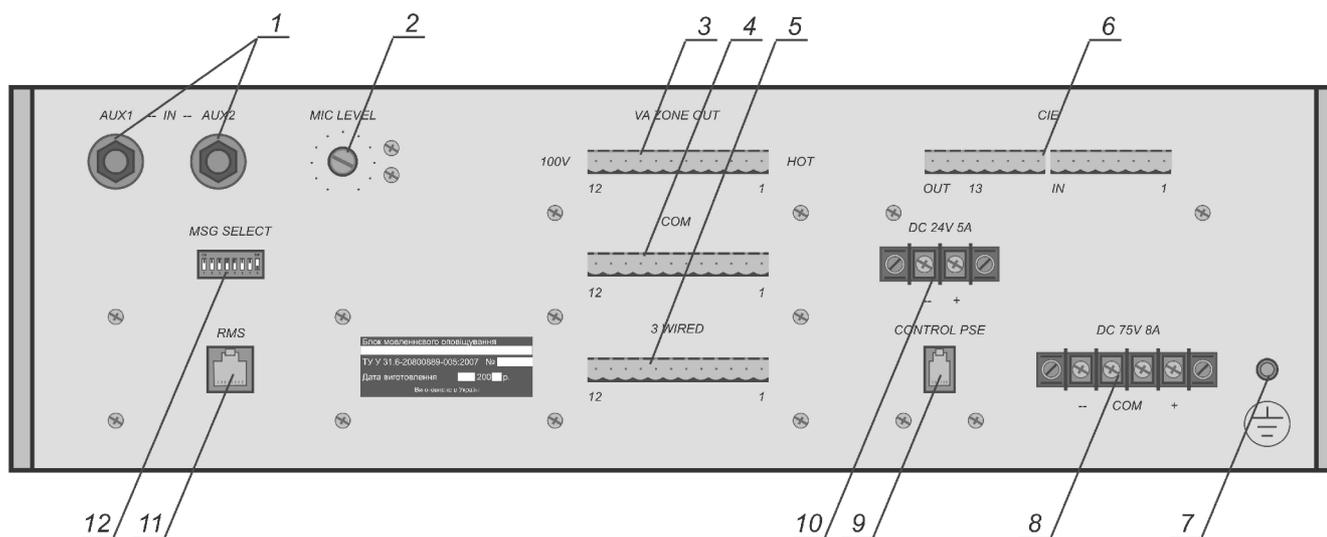

Рисунок 7
9.2 Размещение клемм и гнезд на задней панели блока VAE и их назначение приведено на рис. 7
10.1.3 Подключите к разъемам поз. 3÷5 рис. 7 линии зон оповещения (Зона оповещения Выход 100 В, Общий 0 В, 3-х проводная +27 В), согласно проектной документации.